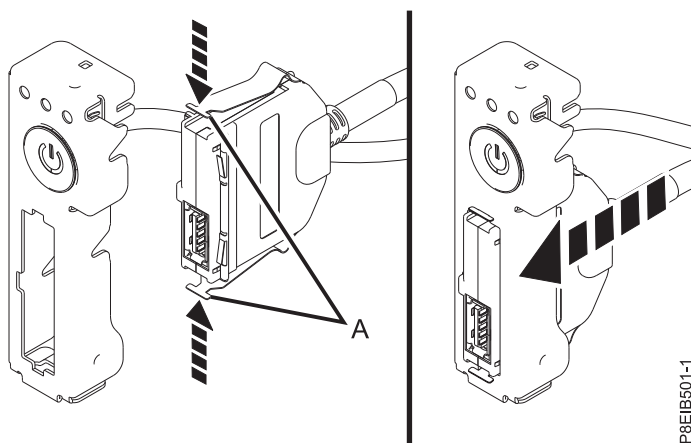

Figure 108. Raccordement du câble USB avant à l'interrupteur d'alimentation
3. Branchez le câble USB avant à l'interrupteur d'alimentation. Appuyez sur les languettes (A) de manière à enclencher le connecteur USB dans l'interrupteur d'alimentation. Voir figure 108.